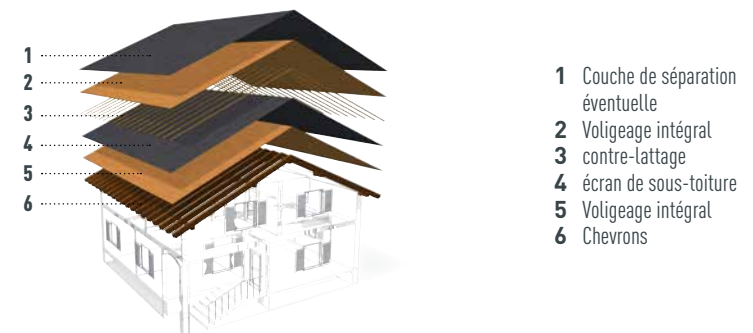

Figure 3 • Construction de toit double peau
1.1 COMBLES AMÉNAGEABLES (FIG. 3)